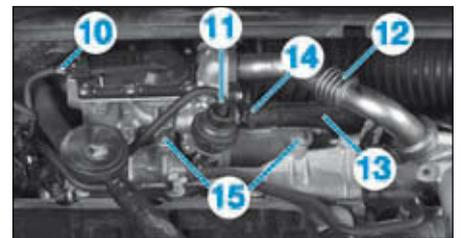

FIG.63
- Débrancher le connecteur de l'électrovanne (10) (Fig.63).
- Désaccoupler le tuyau à dépression (11).
- Déposer le tube de recyclage (12).
- Mettre en place un pince-durit sur la durit (13).
- Ecarter le collier (14) et désaccoupler la durit (13).
- Déposer les vis (15).